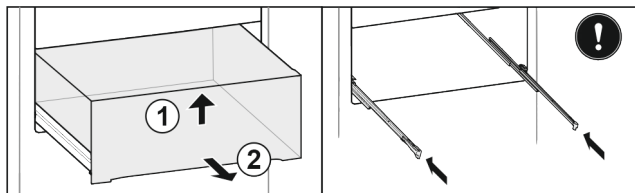

Fig. 19
- Поднимите выдвижной ящик спереди Fig. 19 (1).
- Извлеките движением вперед Fig. 19 (2).